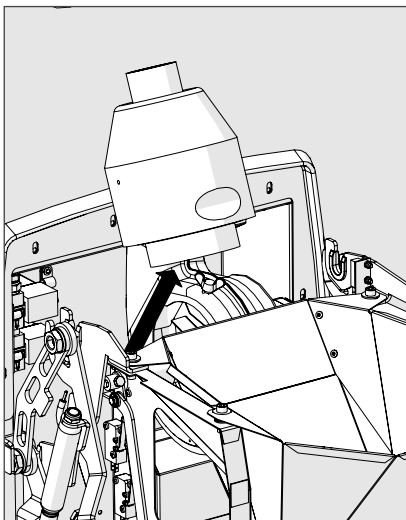

Abbildung 12
6. Entfernen Sie das Katalysatorrohr mit dem Katalysator (Abbildung 12).